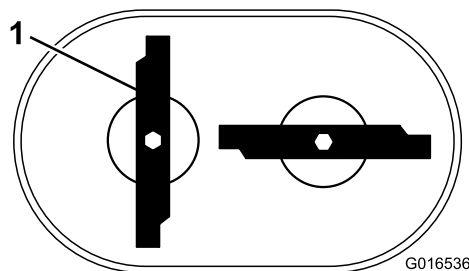

**Figura 38**
2. Segure cada lâmina com uma tábua e rode o parafuso da lâmina no sentido dos ponteiros do relógio com uma chave como se mostra na Figura 38; aperte o parafuso de cada lâmina com 82 N·m.